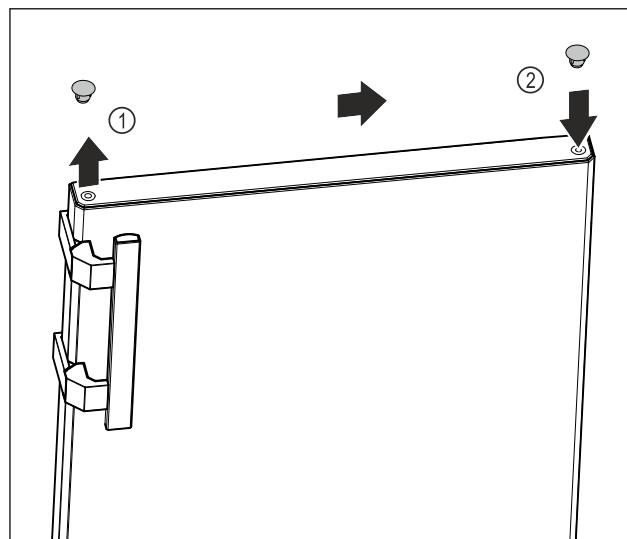

Fig. 18
- Обережно підніміть заглушки у верхній частині дверцят Fig. 18 (1) за допомогою шліцевої викрутки.
- Вставте заглушки з протилежного боку. Fig. 18 (2)